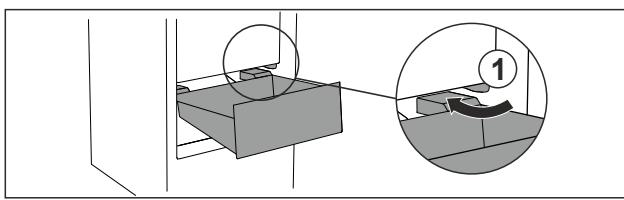

Fig. 27
- ▶ Обвести висувний ящик навколо стопора Fig. 27 (1).